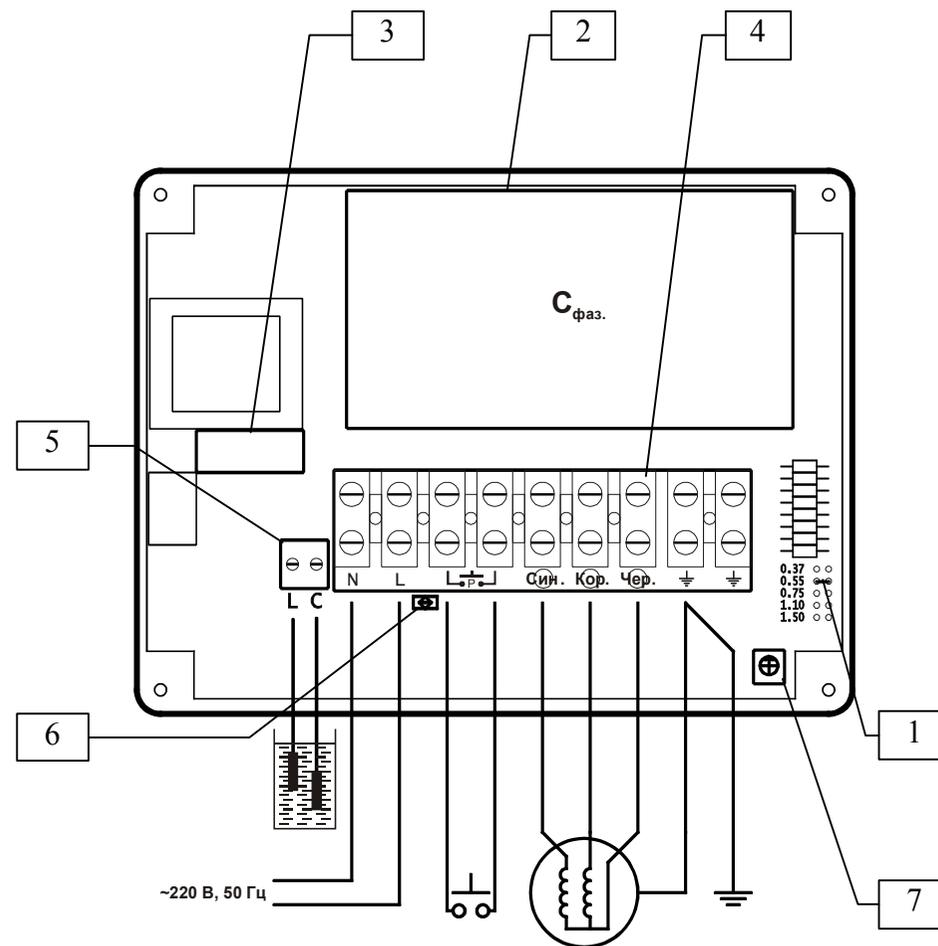

Рис. 2 Внутренний вид прибора
4.2 Внутренний вид прибора управления (рис. 2)
- **защита насоса от работы в режиме «сухого хода» электронным способом:** прибор электронным способом отслеживает режим «сухого хода» насоса. Настройка защитного отключения насоса от работы в режиме «сухого хода» осуществляется потенциометром, расположенном внутри прибора (рис. 2, поз. 7). При фиксировании прибором режима «сухого хода» в течение 5 сек. происходит защитное отключение насоса.
5.3 Электрическое подключение (рис. 2)
- мощность подключаемого насоса/двигателя должна соответствовать типу исполнения прибора, определяемому переключкой мощности (рис.2, поз.5) и фазосдвигающим конденсатором - $C_{\text{фаз}}$ (рис.2, поз.2):
- клеммная колодка (рис. 2, поз. 4) подключается в следующем порядке:
- клеммы для подключения погружных измерительных электродов **L** и **C** (рис.2, поз.5) подключаются следующим образом:
- если индикатор режима неисправностей будет продолжать мигать по истечении 5 минут, то увеличьте чувствительность системы электродов путем удаления перемычки (рис.2, поз.6) и произведите повторную проверку;
- если система не настраивается после удаления перемычки (рис.2, поз.6), воспользуйтесь советами из Таблицы 1:
- при выключенном приборе при помощи изолированной крестовой отвертки № 1 или шлицевой отвертки шириной до 2,5 мм установить потенциометр регулировки защитного отключения (рис. 2, поз. 7) в положение «min» (крайнее положение при вращении против часовой стрелки). **Внимание! Не прикладывать чрезмерного усилия при вращении!**
8.1 Если насос не включается проверьте правильность подсоединения к питающей электросети и исправность предохранителя прибора управления (рис.2, поз. 3.)